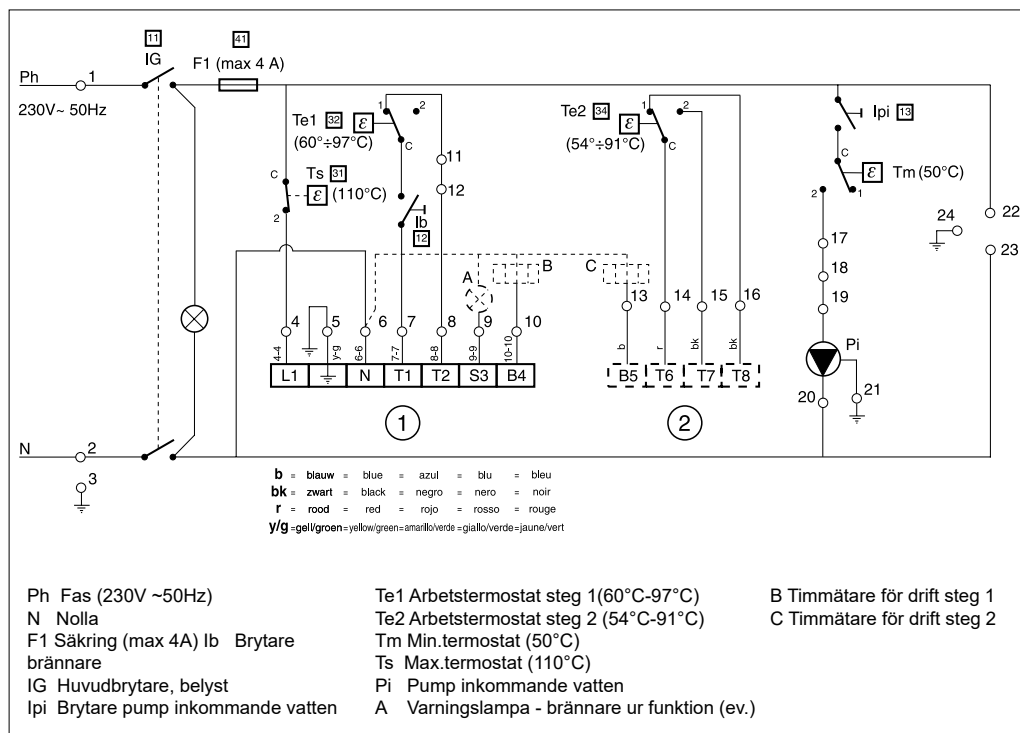
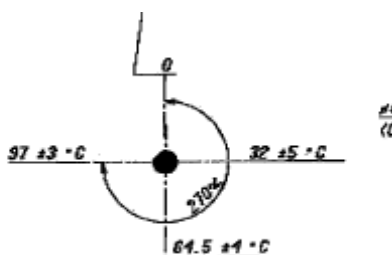

Fig. 29
Fig. 30
Kontrollpanelen är utrustad med brännarkabel med PG 11-förskruvning (2) samt 7-polig kontakt (3), se elschema fig. 30 och 30. Vid montering av kontrollpanelen skall brännarkabelns ledare dras genom kabelgenomföringen och anslutas till kontrollpanelens kopplingsplint, se elschema fig. 29.
I figuren (Fig. 30) nedan syns att i vinkeln 270° (från pos. 0 till pos. 270) sker det en temperaturökning om 97 °C. Det betyder att för att få ett delta T om 6 °C mellan de två stegen, måste vredet för steg 1-termostaten vridas till maximal temperatur (så långt det går åt höger) och vredet för steg 2-termostaten till 90°C. För att göra detta måste vredet för steg 2-termostaten vridas åt vänster (motsatt håll) ca. 18° (1/5-del av 90°).
Den elektriska inkopplingen av värmepumparna och blandningsventilens motor skall ske strikt enligt kopplingsschema fig. 29. Temperatursensorerna ansluts enligt kopplingsschema fig. 31.